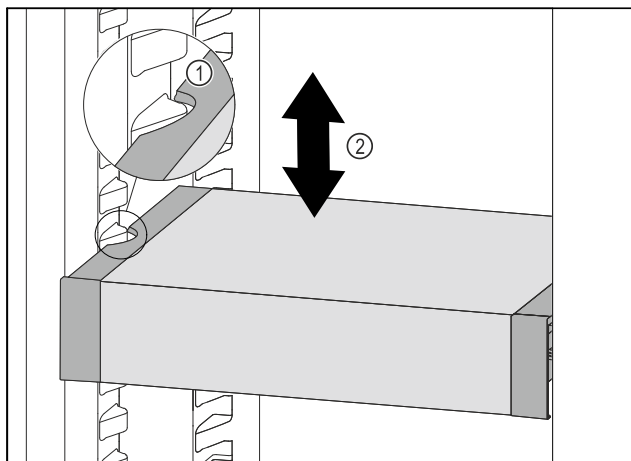

Fig. 118
- Изтеглете VarioSafe напред, докато страничните прорези на VarioSafe се намират на височината на реброто на съда в хладилната част. Fig. 118 (1)
- Преместете VarioSafe нагоре или надолу в хладилната част, докато се достигне желаната височина. Fig. 118 (2)